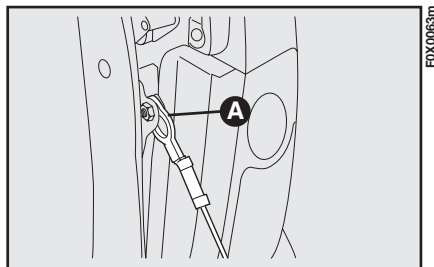

fig. 82
- smontare i dispositivi di ritegno A-fig. 82 (uno per lato) dei tiranti laterali;